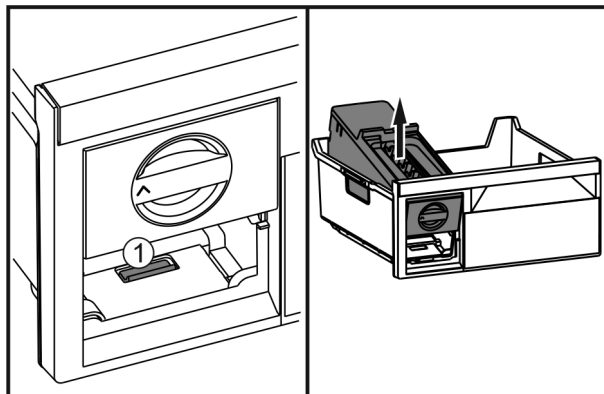

Fig. 28
- ▶ Stlačte západku Fig. 28 (1), EasyTwist-Ice zezadu zvedněte a vyjměte z mrazicí zásuvky.